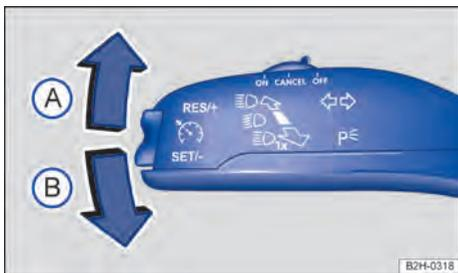

Fig. 72 À esquerda na coluna de direção: alavanca dos indicadores de direção e do farol alto.
2. Trazer a alavanca dos indicadores de direção e do farol alto da posição central para a seguinte posição → Fig. 72:
- (A) Luz de estacionamento ligada à direita.
- (B) Luz de estacionamento ligada à esquerda.